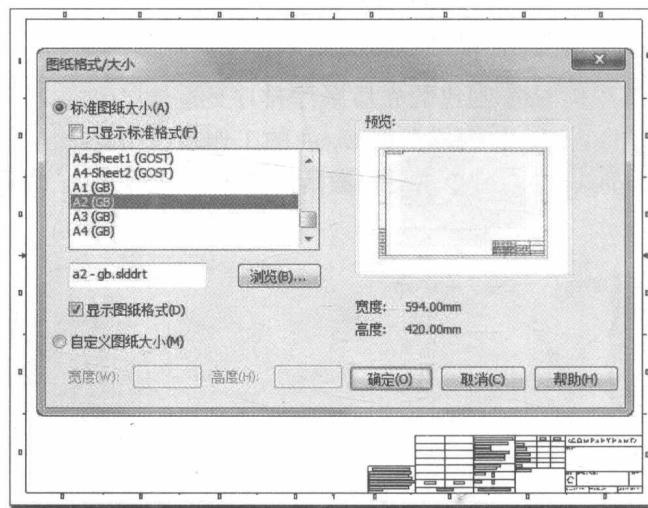

图 1-11 创建新的工程图
创建一个新的工程图文件，选择【标准图纸大小】，不勾选【只显示标准格式】复选框，选择“A2 (GB)”标准的图纸格式，如图 1-11 所示。取消【模型视图】对话框。